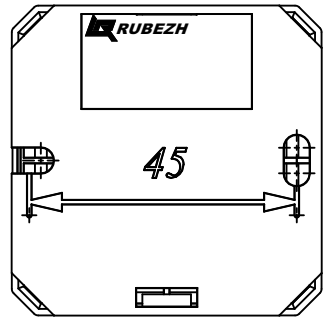

Рисунок 2 – Установочные размеры
- смонтировать АМ на стену, используя отверстия в основании (рисунок 2);